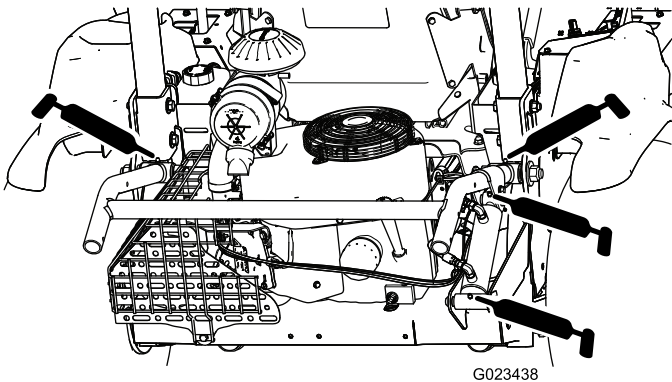

Figura 37
- Dispositivo di sollevamento attrezzo (4) – Figura 37